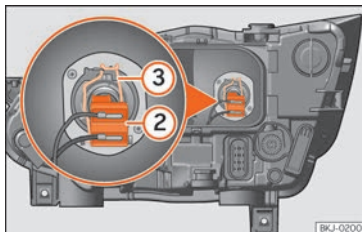

Abb. 54 Im Motorraum: Glühlampe Abblendlicht.
- Ziehen Sie den Stecker von der Lampe »» **Abb. 54** ② ab.
- Nehmen Sie die Haltefeder »» **Abb. 54** ③ durch Eindrücken und Rechtsdrehung ab.